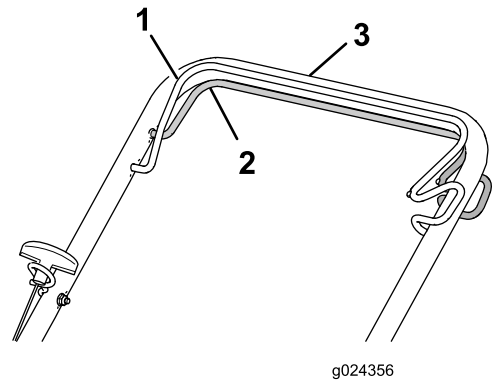

Figura 16
- Para activar la autopropulsión: Apriete la barra de autopropulsión contra el manillar y manténgala allí (Figura 16).